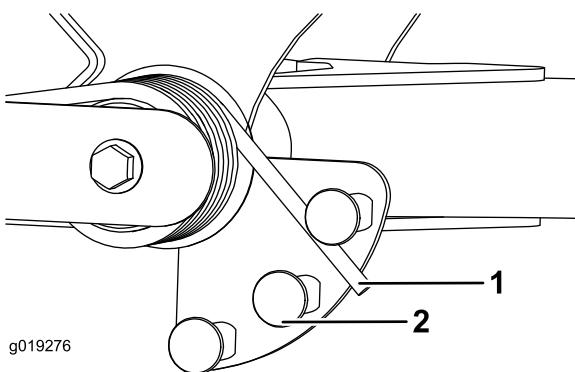

Figure 66
2. Insérez un tube ou un objet similaire sir le ressort long et le faire pivoter autour de l'actionneur de ressort à la position voulue (Figure 66).